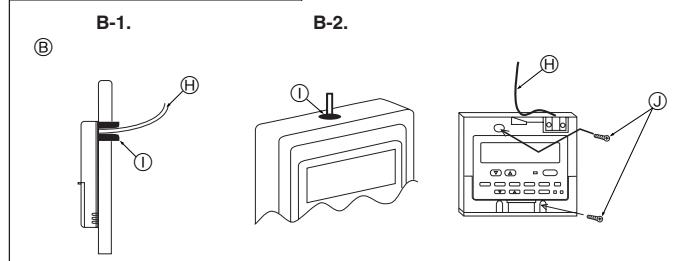

Fig. 6-9
- ④ Description de la télécommande
- ⑧ Espaces nécessaires autour de la télécommande
- ⑨ Emplacement de l'installation
- (2) Sceller l'entrée de service du cordon de la télécommande avec du mastic pour éviter toute invasion possible de rosée, d'eau, de cafards ou de vers. (Fig. 6-9)